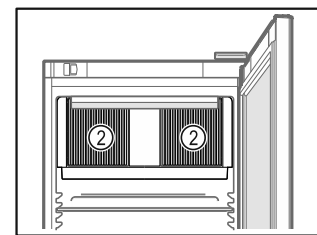

Fig. 40
- Не закрывайте вентиляционную щель Fig. 40 (2) вентилятора циркуляционного воздуха во внутренней камере.